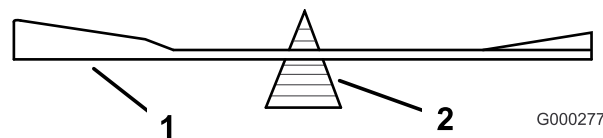

図 22
2. ブレード・バランスャー(図 22)を使ってバランスを調べる。ブレードが水平に停止すればバランスがとれているからそのまま使用してよい。もし傾くようなら、重い方の裏面を少し削って調整する(図 23)。バランスがとれるまで調整する。